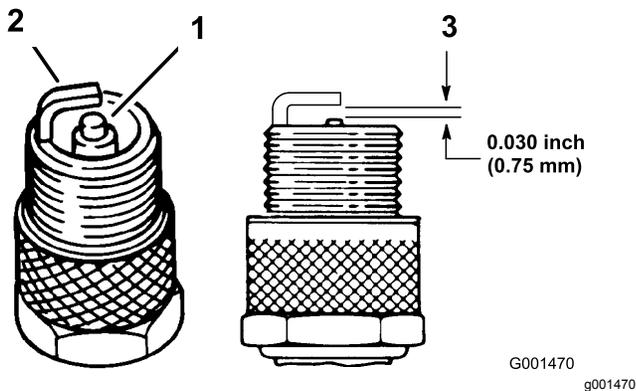

Bild 19
1. Sehen Sie sich die Mitte der Zündkerzen an (Bild 19). Wenn der Kerzenstein hellbraun oder grau ist, ist der Motor richtig eingestellt. Eine schwarze Schicht am Kerzenstein weist normalerweise auf einen schmutzigen Luftfilter hin.
2. Prüfen Sie den Abstand zwischen den mittleren und seitlichen Elektroden (Bild 19). Verbiegen Sie die seitliche Elektrode (Bild 19), wenn der Abstand nicht stimmt.
3. Schließen Sie den Zündkerzenstecker an die Zündkerzen an (Bild 19).